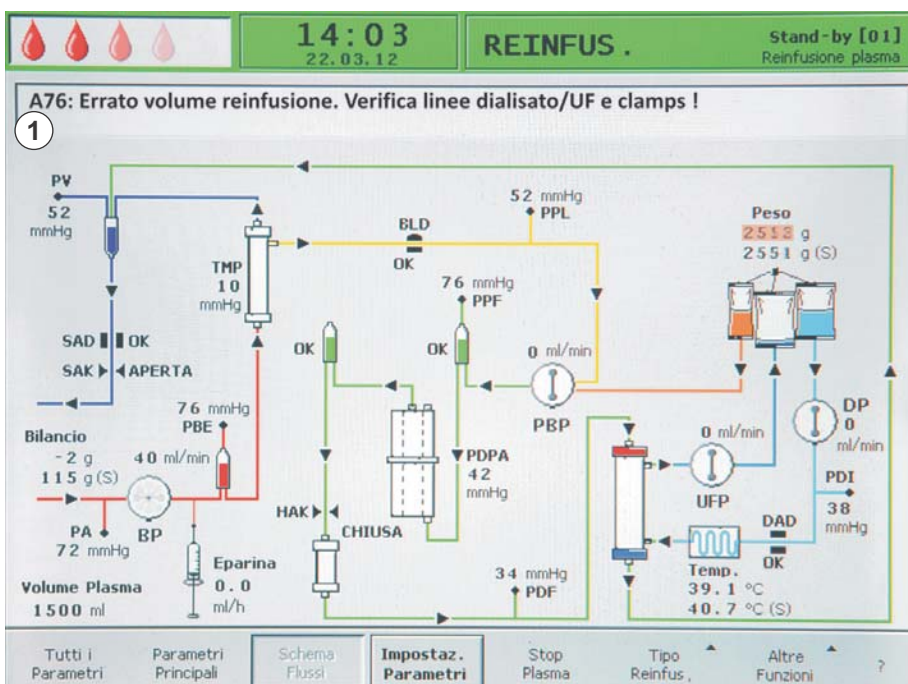

Fig. 9-1 Indicazione dell'allarme nel campo Allarmi/Messaggi
Una situazione di allarme richiede sempre una particolare attenzione e un tempestivo intervento da parte dell'operatore. Gli allarmi vengono visualizzati nel campo Allarmi/Messaggi (Fig. 9-1 , ①) e sono accompagnati da un segnale acustico.